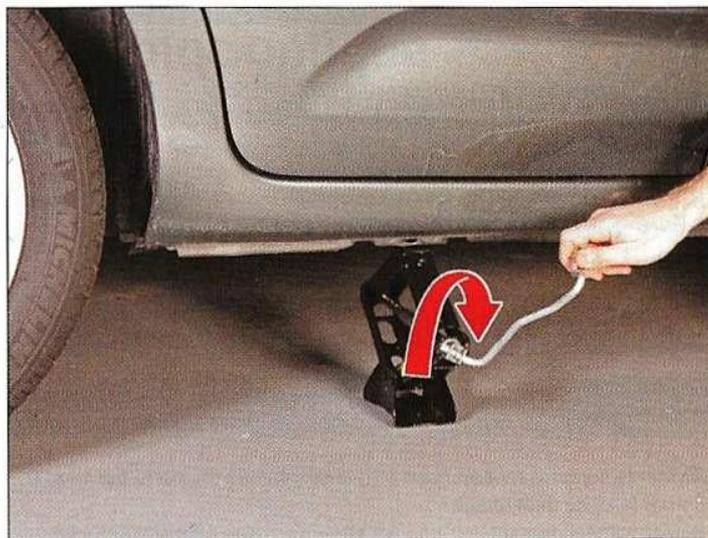

FIG.4
- Mettre en place le cric, en plaçant sa tête sous l'endroit repéré sur le bas de caisse (Fig.4).